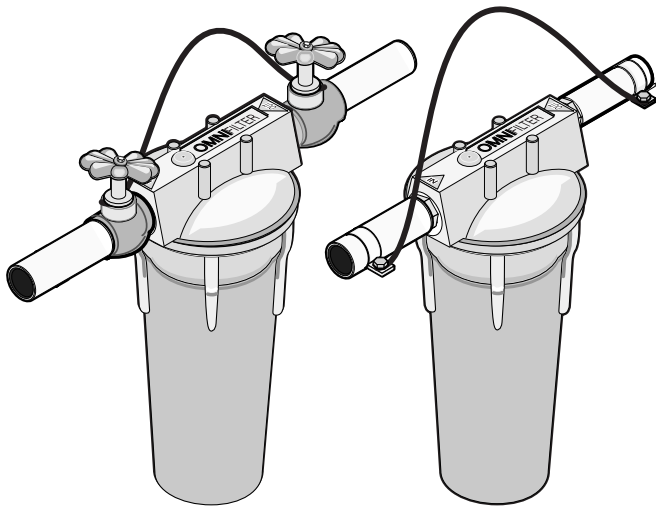

Figura 1
**⚠ ADVERTENCIA** Riesgo de choque eléctrico. Si sus tuberías de agua se usan para conectar a tierra el sistema eléctrico de su casa, instale un cable de empalme de AWG No. 8 (8.4 mm2) o mayor, alrededor del filtro (consulte la Figura 1). Ambos extremos del cable de empalme se deben conectar por medio de un accesorio para de cables de presión u otro tipo de conexión que cumpla con las normas NEC o CEC y los códigos locales. Consulte a un inspector de la construcción o a un electricista habilitado para obtener más información al respecto.